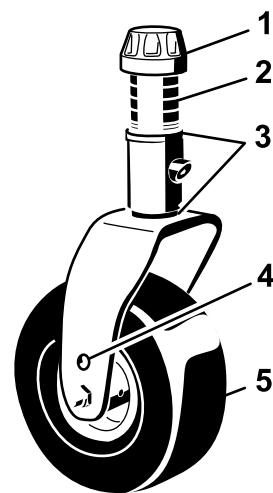

Рисунок 95
- Снимите колпачковую гайку с вала поворотного колеса и извлеките вал из рычага поворотного колеса (Рисунок 95). Переустанавливайте регулировочные прокладки так, как требуется, чтобы поднимать или опускать поворотное колесо, пока режущий блок не будет иметь надлежащий наклон.